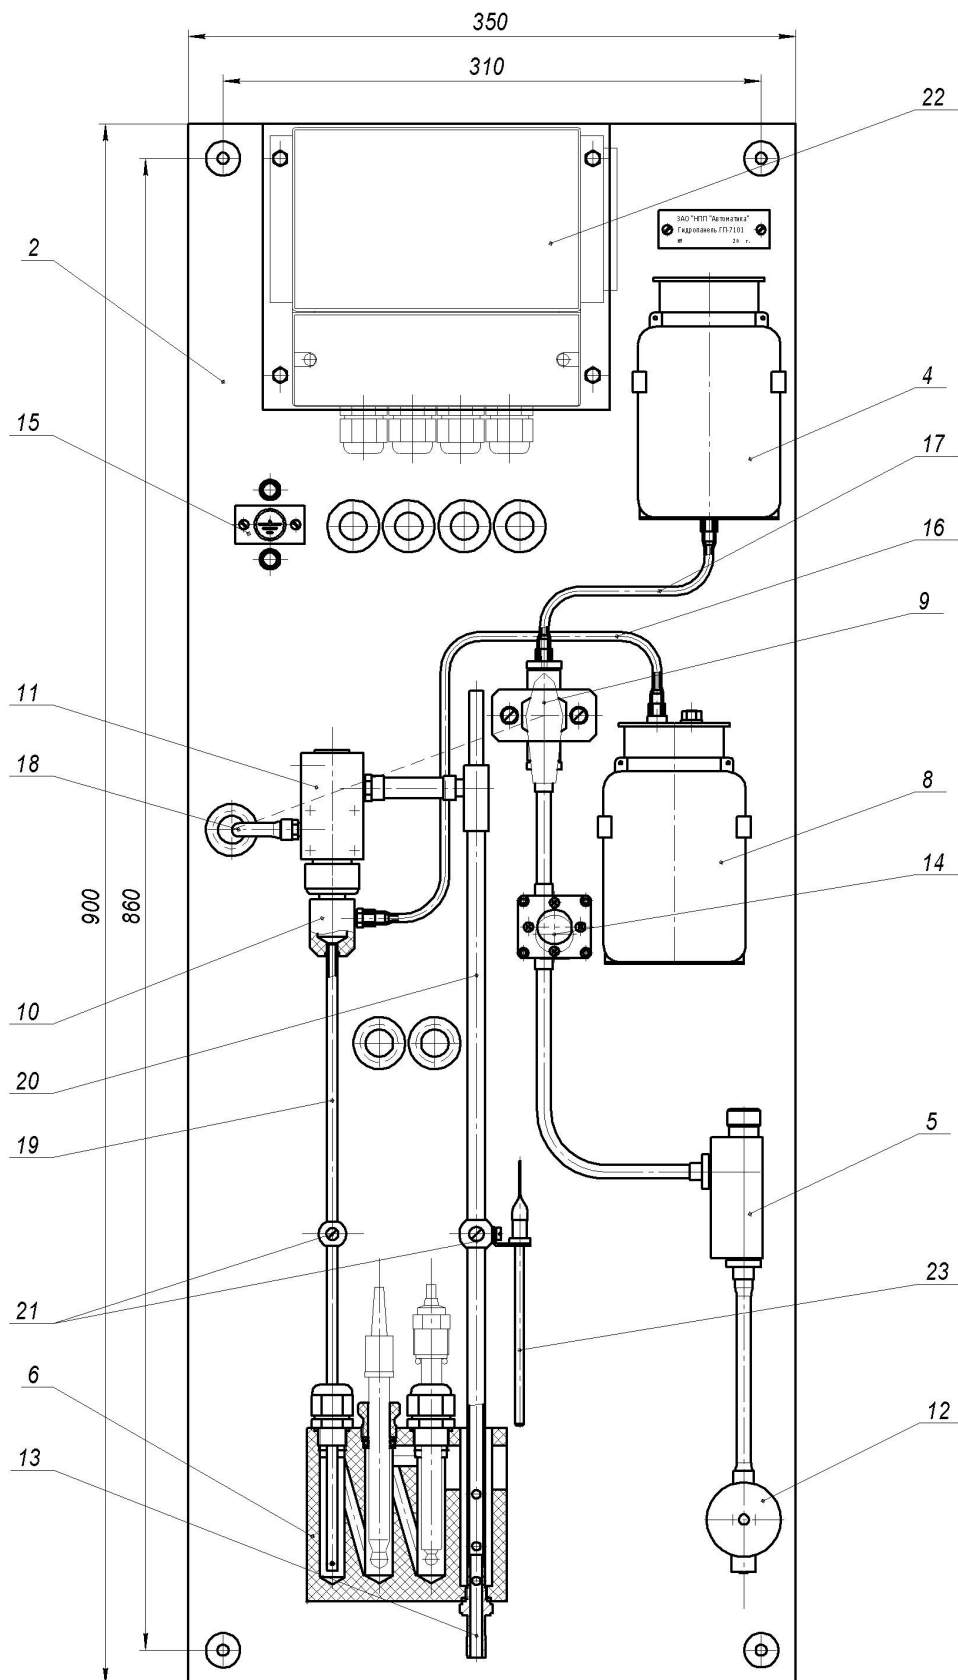

Рисунок 1 — Устройство гидропанели ГП-7101
7.2.2 Заправка бачка (бутыли) с реагентом (смотри рисунок 1).